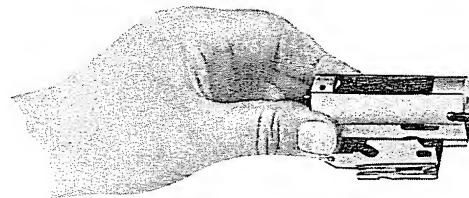

Fig. 28
- a) Accoppiare il carrello con biella, all'otturatore (fig. 28).
- a — assemble slide with its connecting rod to the bolt (fig. 28).
- a — *assembler la pièce de commande du verrou et sa bielle avec le bloc de culasse (fig. 28)*